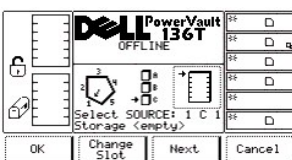

Abbildung 14. Dialogfeld "Status" > "Library" > "Slot" > "Change Slot"
- 1 Wenn die Taste unter dem Softkey **Next** gedrückt wird, wechselt der aktuelle Quellenparameter von "Magazin" zu "Slot", und das Dialogfeld "Change Slot" wird angezeigt (siehe Abbildung 14).